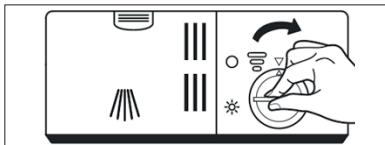

Рис. 3
3. Закройте крышку, повернув её направо (рис. 3).